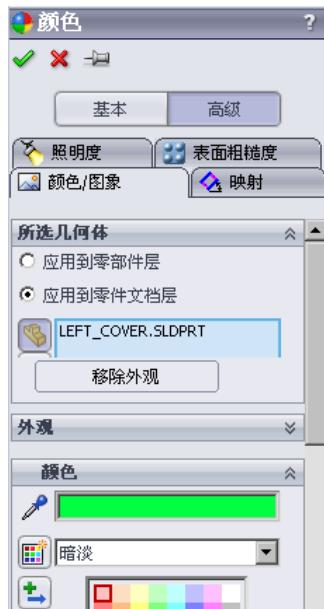

图 17.13.1 “颜色”对话框
(1) 在设计树的 **left_cover<1>** 上右击，在系统弹出的快捷菜单中选择 **LEFT_COVER** 命令，系统弹出图 17.13.1 所示的“颜色”对话框。
- (2) 参照图 17.13.1 所示的常用类型区域定义颜色参数。
- (3) 设置透明度。单击**高级**区域的**照明度**选项卡，在**透明量(I):**选项下的文本框中输入 0.63。
- (4) 在“颜色”对话框中，定义完成颜色和透明参数，单击✓按钮，此时完成模型外观的定义。